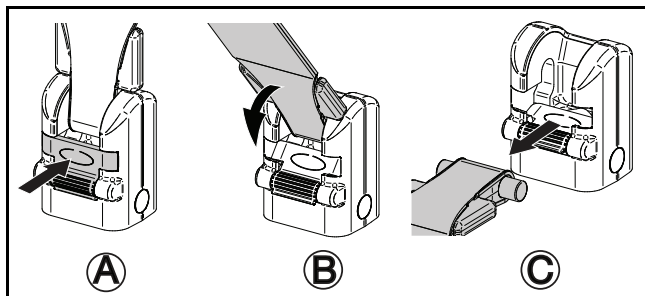

Fig. 4
- 2) Abra el pestillo que mantiene la correa en su posición presionándolo hacia dentro (consulte la Fig. 4 A).
- 3) Gire la correa hacia el pestillo (consulte la Fig. 4 B).
- 4) Tire de la correa y extráigala del accesorio (consulte la Fig. 4 C).